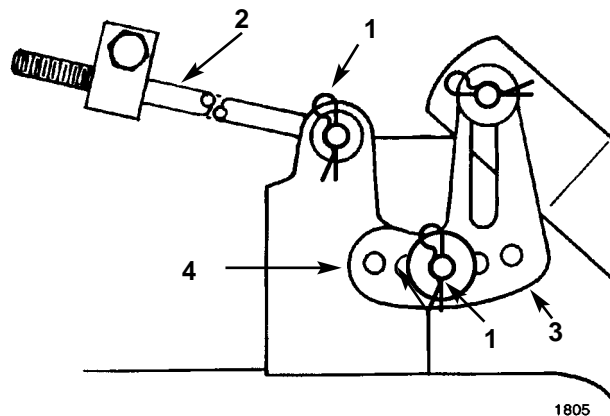

Figure 50
5. Déposer la goupille et la rondelle de la patte de mise à niveau (Fig. 50). Pour mettre la(es) lame(s) à niveau, placer la patte de mise à niveau dans un autre trou et poser la rondelle et la goupille (Fig. 50). Choisir un trou avant pour abaisser la hauteur de lame et un trou arrière pour la relever. Répéter cette procédure de l'autre côté.